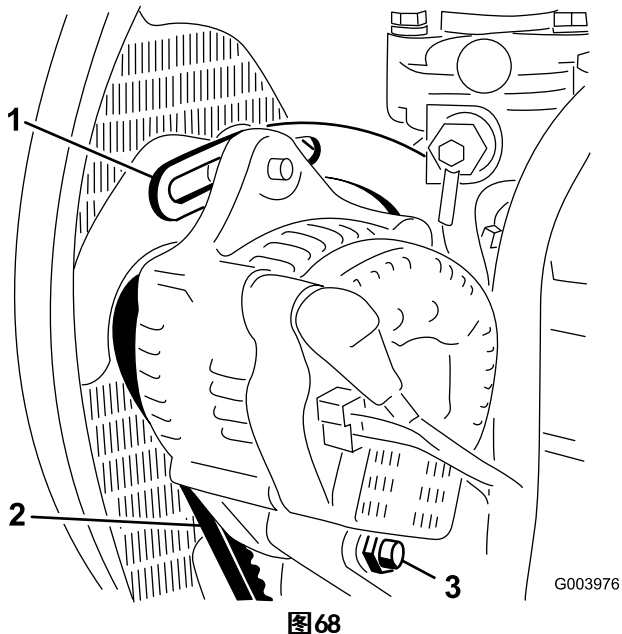

图68
2. 检查交流发电机皮带张紧力的方法：使用 10kg 的力按压交流发电机和曲轴箱皮带轮之间的皮带（图68）中间位置。
3. 松开将皮带环形支架固定到发动机（图68）的螺栓，以及将交流发电机固定到皮带环形支架上的螺栓和枢轴螺栓。